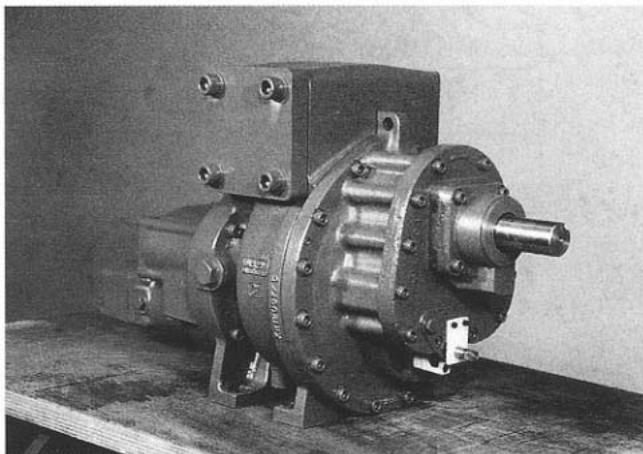

Рис. 10
1. Поместите сосуд под картером на впускном конце, снимите заглушку с шестигранной головкой с днища картера на впускном конце и слейте масло. (Рис. 10)